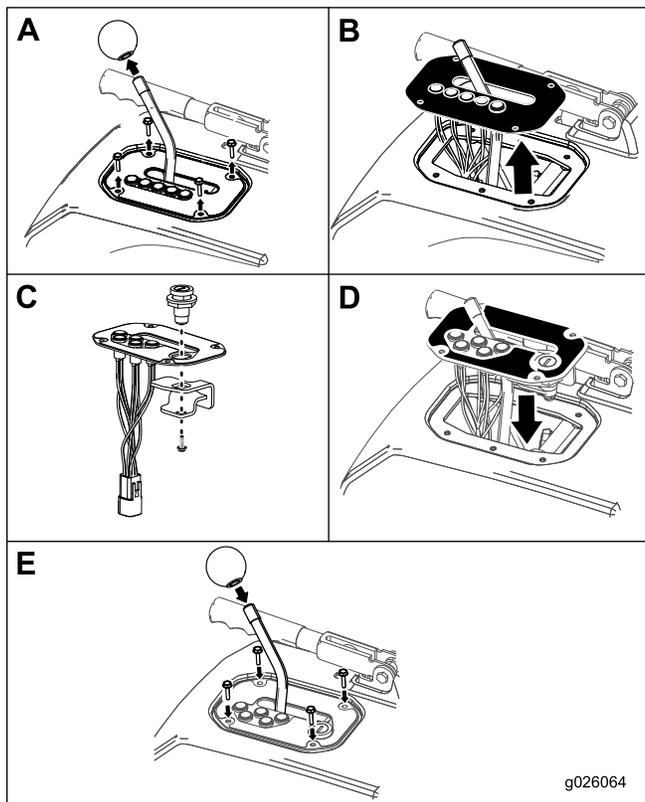

Bild 1
3. Entfernen Sie die vier Schrauben an der Schaltanzeigenplatte (Schritt A in Bild 1).
2. Befestigen Sie den Sperrzylinder an der neuen Schaltanzeigenplatte, wie in Schritt C in Bild 1 abgebildet.
1. Schieben Sie die neue Schaltanzeigenplatte über den Ganghebel (Schritt D in Bild 1).
3. Setzen Sie das Handrad auf den Schalthebel (Schritt E in Bild 1).
4. Befestigen Sie die Schaltanzeigenplatte mit den Schrauben (Schritt E in Bild 1).
5. Schieben Sie die Schaltanzeigenplatte über den Ganghebel (Schritt B in Bild 1).